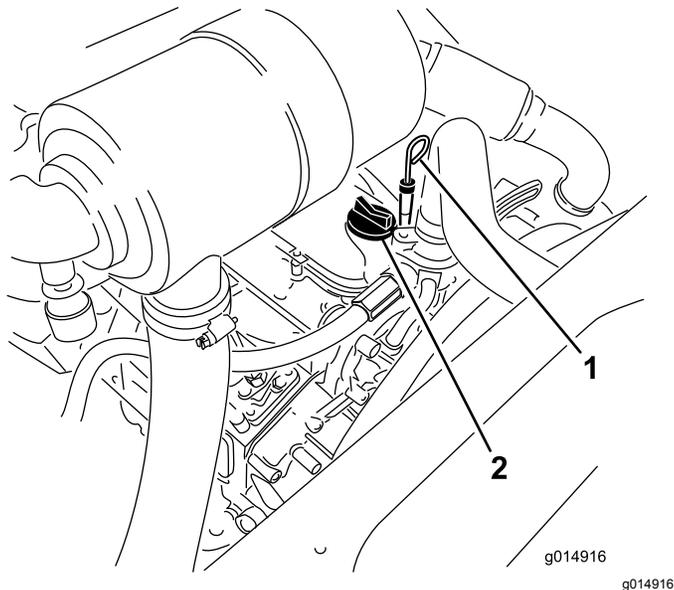

Рисунок 33
3. Извлеките масломерный щуп, тщательно протрите и снова вставьте его (Рисунок 33).
5. Если уровень масла ниже отметки Full (Полный), снимите крышку (Рисунок 33) и добавляйте масло до тех пор, пока его уровень не достигнет отметки Full (Полный).